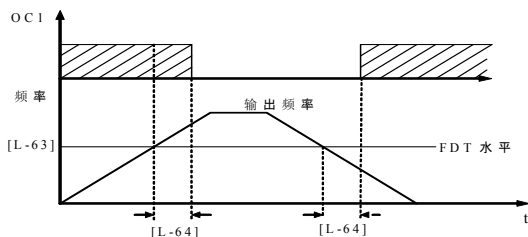

图 5-21 频率水平检测 (FDT)
- 2: 频率水平检测信号（FDT）。**当变频器的输出频率超过 FDT 频率水平时，经过设定的延时时间后，输出有效信号（低电平），当变频器的输出频率低于 FDT 频率水平时，经过同样的延时时间后，输出无效信号（高阻）。频率水平检测（FDT）如图 5-21 所示。
本参数用于设定频率检测水平, 当输出频率高于 FDT 设定值时, 经过参数 L-64 设定的延迟时间后, 输出有效信号。其中 L-64 与电流上限 (相对于额定电流的百分比) 复用, 当变频器输出电流高于此值时, 输出有效信号。(OC1、OC2 或继电器端子, 参阅图 5-21 及参数 L-59、L-60、L-61 的相关说明)。